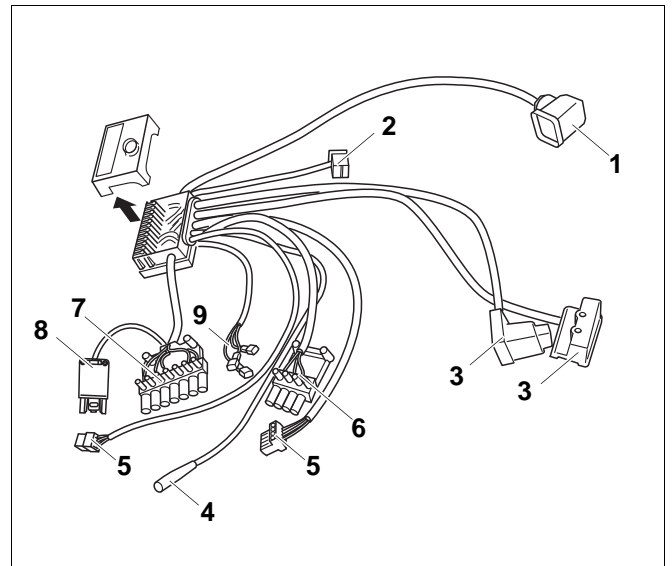

Рис. 60 Штекеры в автомате горения газа
- Надавите вниз на фиксатор гнезда для регулятора скорости вращения и выньте гнездо (рис. 60, **поз. 8**, **стр. 53**).
- Закрепите винтами четырехполюсный (рис. 60, **поз. 6**) и семиполюсный (рис. 60, **поз. 7**) штекер и их крышки.
- Вставьте два штекера регулятора скорости вращения: сеть/LR (рис. 60, **поз. 5**).
- Вставьте штекер запального трансформатора (рис. 60, **поз. 2**).
- Вставьте ионизационный кабель блока электродов (рис. 60, **поз. 4**).
- Вставьте и приверните штекер реле контроля давления газа (рис. 60, **поз. 1**).
- Вставьте и приверните штекер газовой арматуры (рис. 60, **поз. 3**).
- Только для версии 2.1: вставьте гнездо (рис. 60, **поз. 8**) для регулятора скорости вращения.